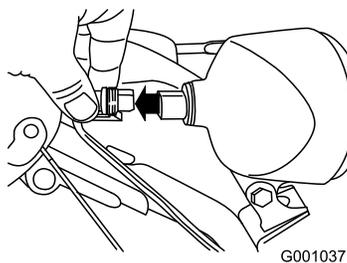

Bild 58
1. Nehmen Sie den Kabelanschluss hinten am Scheinwerfer ab (Bild 58).